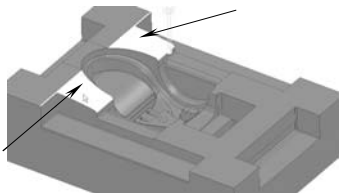

图 8-26 选择曲面
1) 创建边界 1：在绘图区中选中图 8-26 所示曲面（共计两个对象）。